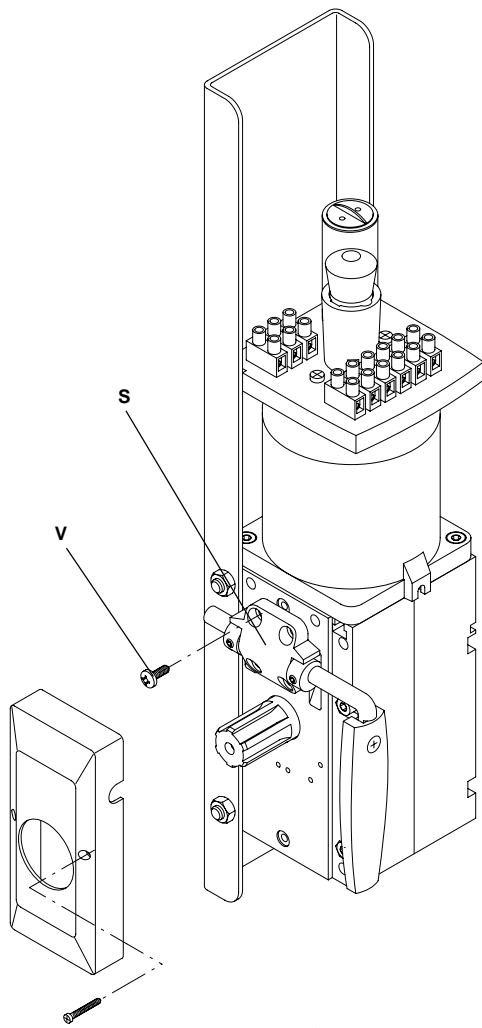

Fig.14
- Togliere il supporto S svitando le 4 viti V (fig. 14).
- Remove the support S unscrewing the 4 screws (fig. 14).
- *Die Stütze S nehmen aufschraubend die 4 Schrauben (Bild 14).*
- **Enlever le support S en dévissant les 4 vis (fig. 14).**